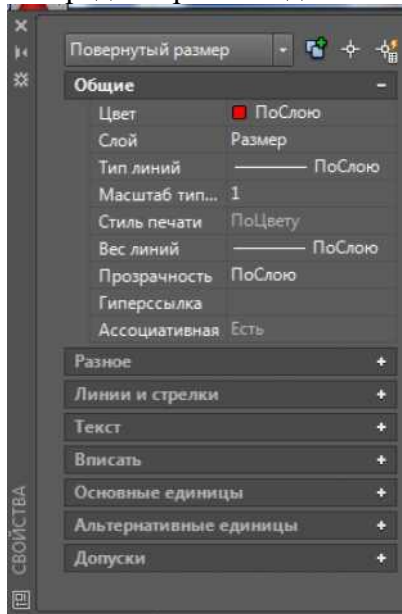

Рис. 9.
10. Можно редактировать один какой-нибудь размер в окне Свойства (рис.9).